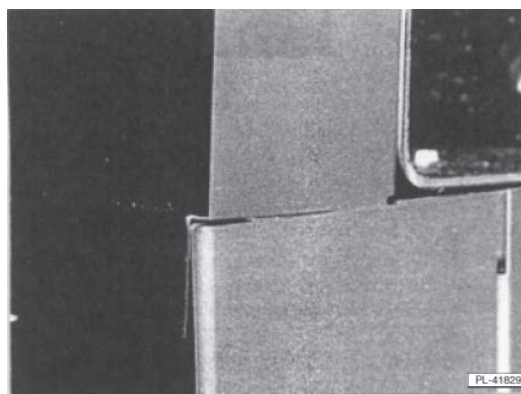

Fig. 12
5. Remettre les moulures de la surface de cuisson et l'écran anti-éclaboussures en place (Fig. 12). Les supports d'expédition enlevés à l'étape 2 ne sont plus requis et peuvent être mis de côté.